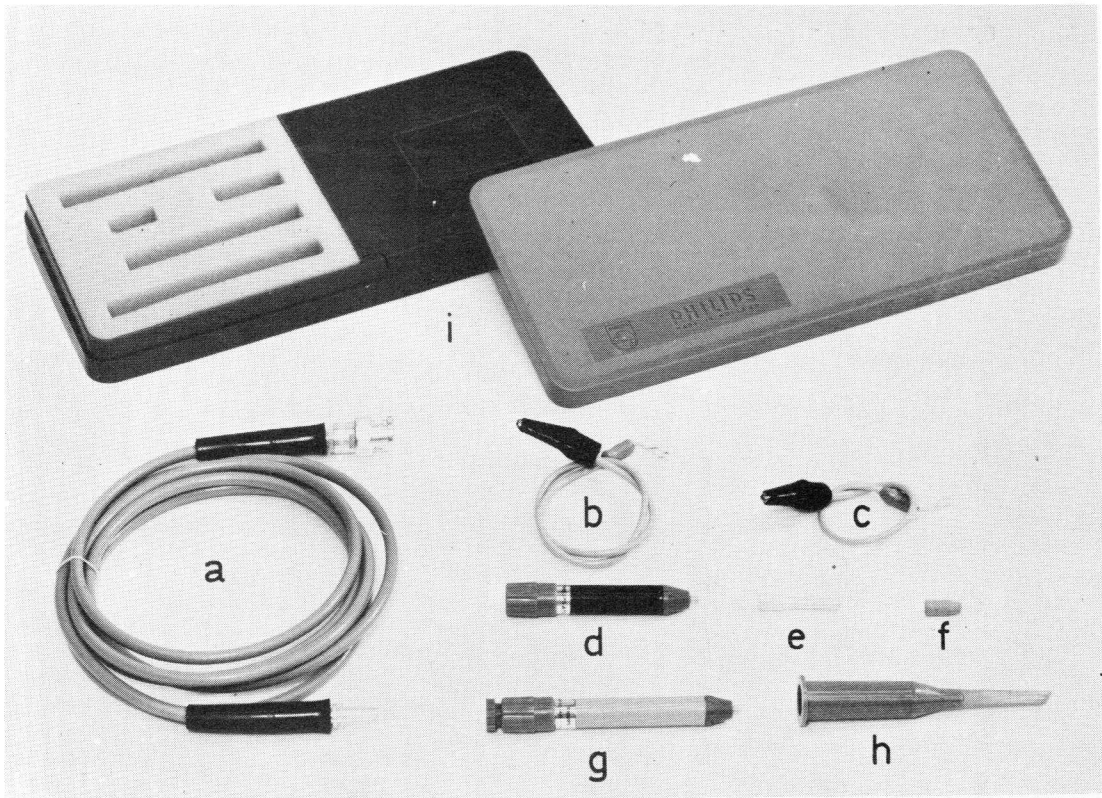

Fig. 14. Meetkopset
3.7.2. Verzwakker-meetkopsets PM 9326 en PM 9327 (Fig. 14)